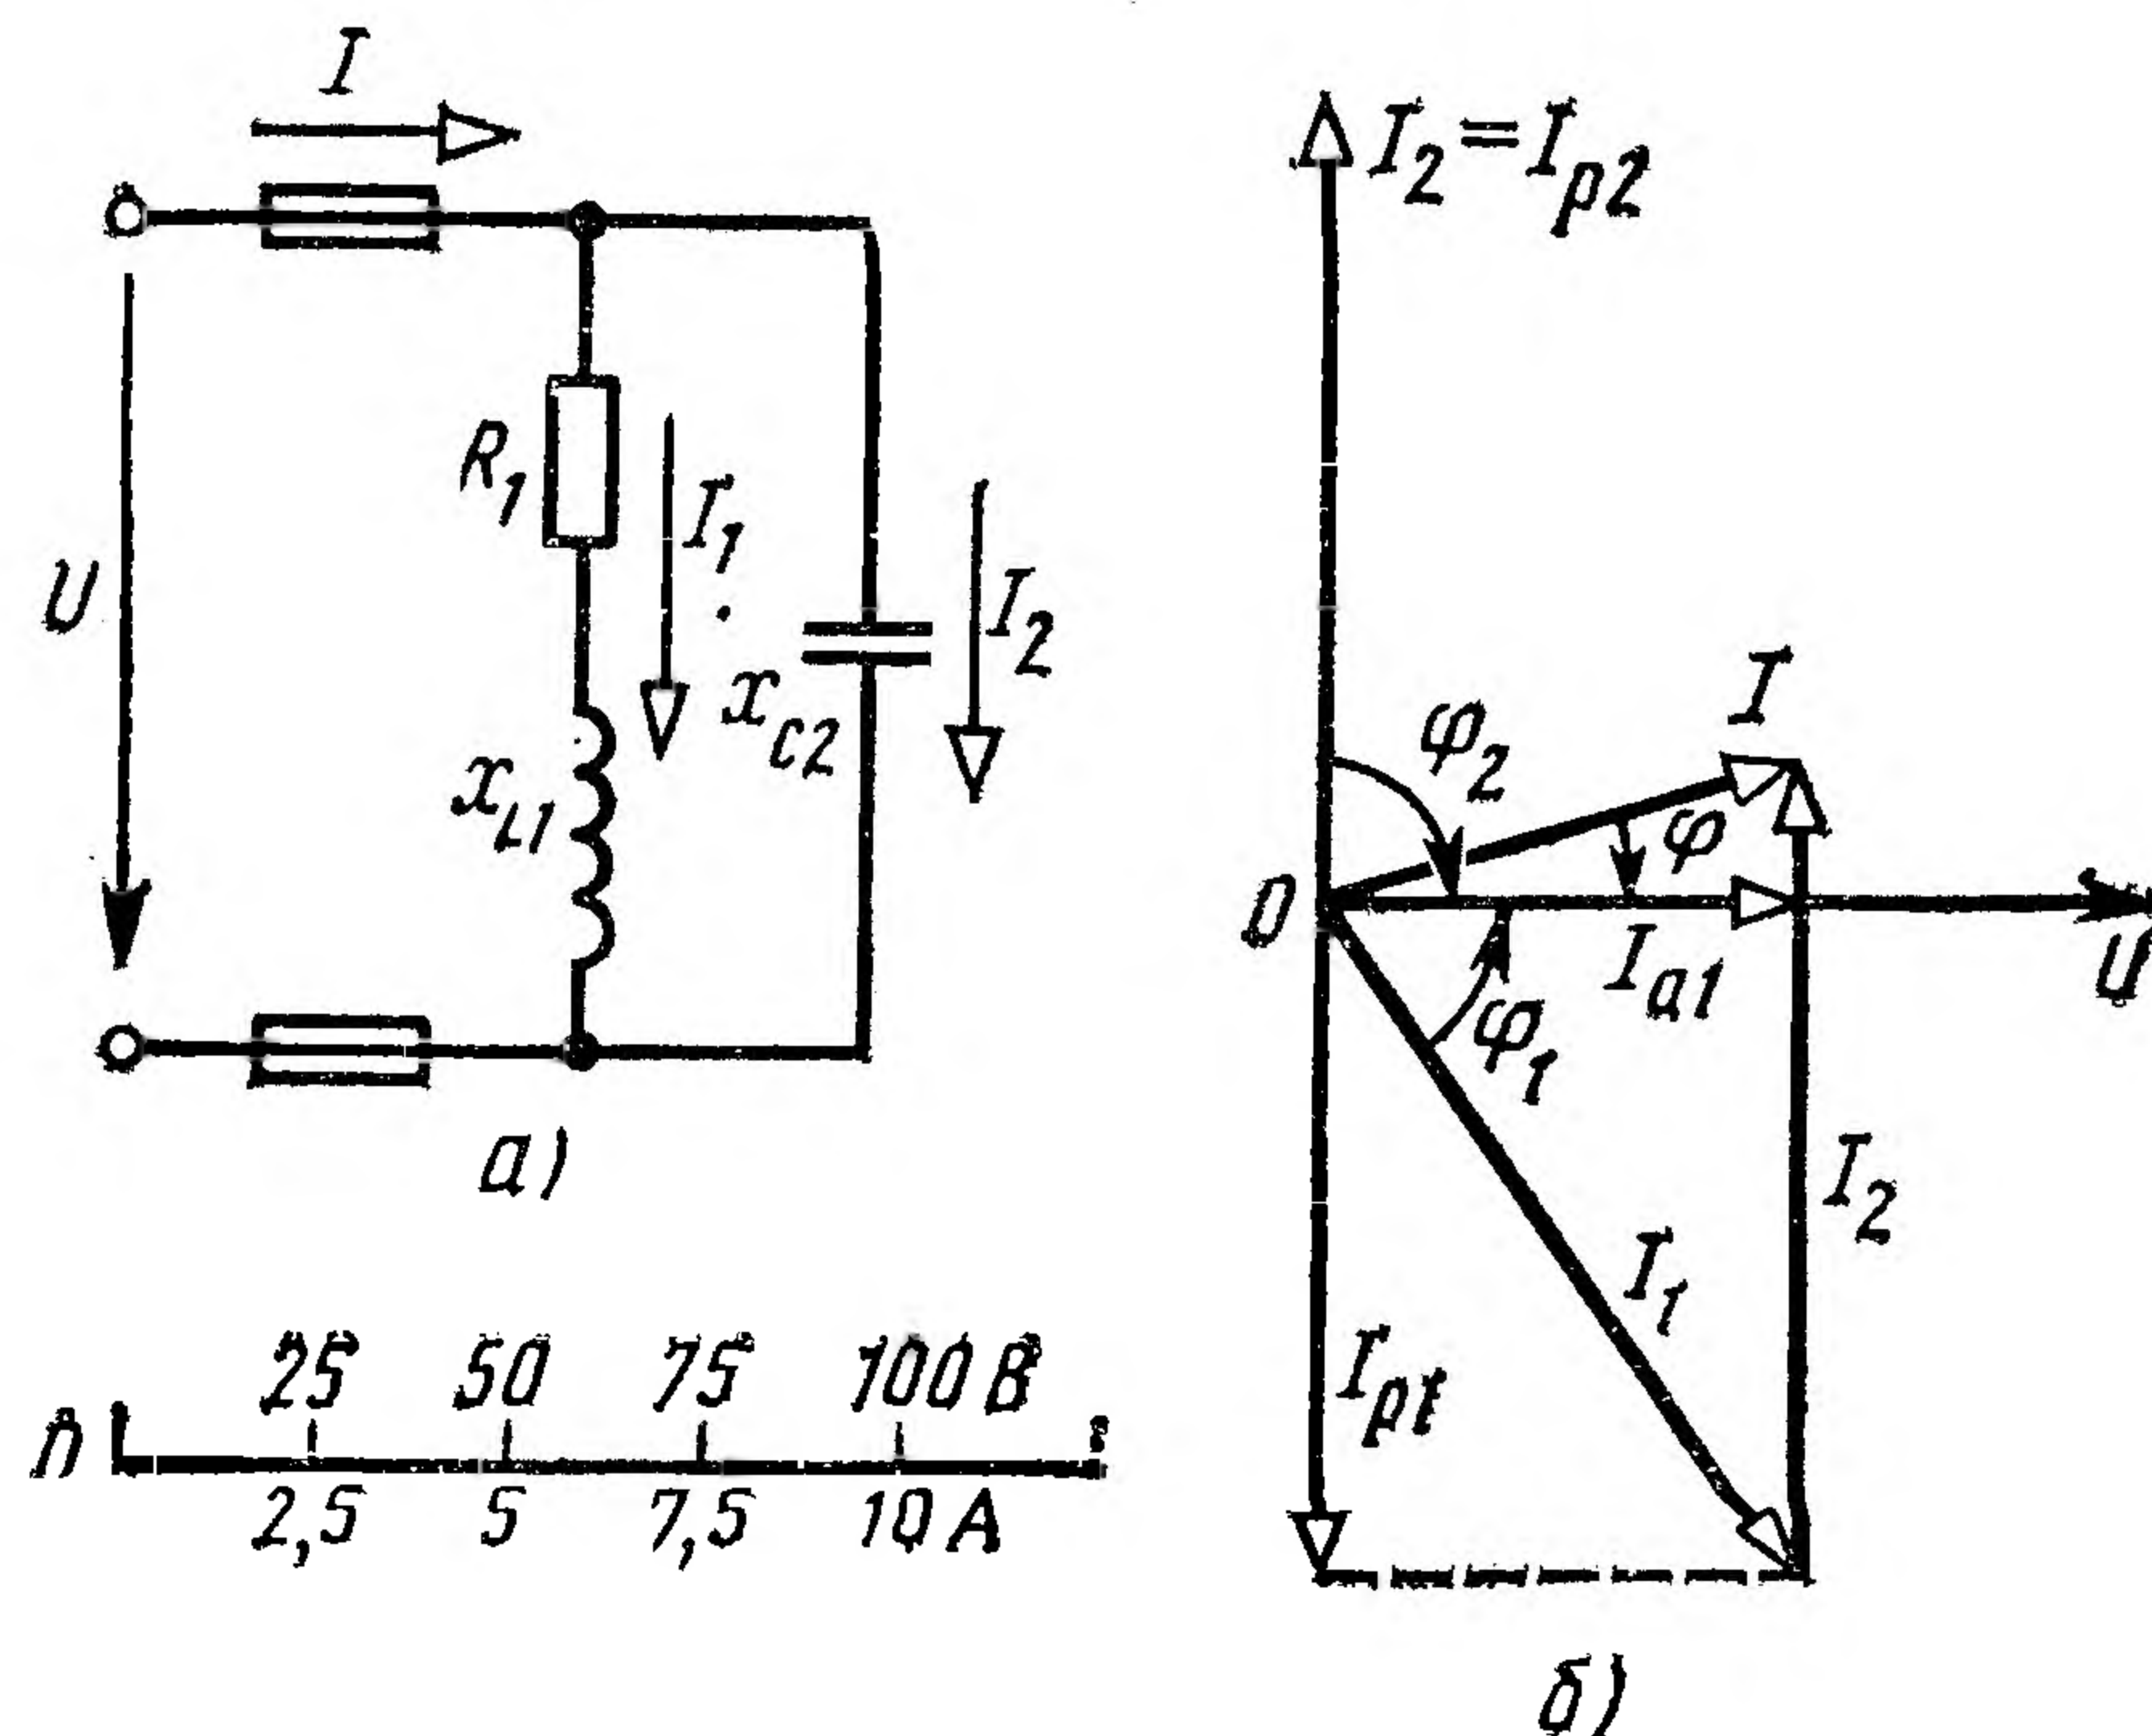

Рис. 4
**Пример 4.** Катушка с активным сопротивлением  $R_1 = 6 \text{ Ом}$  и индуктивным  $x_{L1} = 8 \text{ Ом}$  соединена параллельно с конденсатором, емкостное сопротивление которого  $x_{C2} = 10 \text{ Ом}$  (рис. 4, а). Определить: 1) токи в ветвях и в неразветвленной части цепи; 2) активные и реактивные мощности ветвей и всей цепи; 3) полную мощность цепи; 4) углы
8. Для построения векторной диаграммы задаемся масштабом по току: в 1 см — 2,5 А и масштабом по напряжению: в 1 см — 25 В. Построение начинаем с вектора напряжения  $\mathbf{U}$  (рис. 4, б). Под углом  $\varphi_1$  к нему (в сторону отставания) откладываем в масштабе вектор тока  $\mathbf{I}_1$ , под углом  $\varphi_2$  (в сторону опережения) — вектор тока  $\mathbf{I}_2$ . Геометрическая сумма этих токов равна току в неразветвленной части цепи. На диаграмме показаны также проекции векторов токов на вектор напряжения (активная составляющая  $\mathbf{I}_{a1}$ ) и вектор, перпендикулярный ему (реактивные составляющие  $\mathbf{I}_{p1}$  и  $\mathbf{I}_{p2}$ ). При отсутствии конденсатора реактивная мощность первой ветви не компенсировалась бы и ток в цепи увеличился бы до  $I = I_1 = 10 \text{ A}$ .